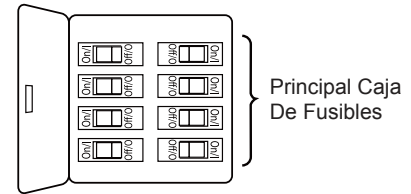

Figura 1
Uso de perfil bajo (Figura 1)
1. Extraiga la pieza de la bola colgante de la unidad de la bola colgante / varilla aflojando el tornillo de presión de la bola colgante hasta que la bola se libere de la varilla. Retire el pasador del barral y luego extraiga la semiesfera. Conserve el pasador y la semiesfera para su reinstalación en el Paso 7. (Figura 1)
Para evitar una posible descarga eléctrica, asegúrese de cortar la alimentación eléctrica de la caja de fusibles principal antes de colgar el ventilador. (Figura 1)
- ☐ 1. Para configurar el código de unidad del receptor. Deslice los interruptores de código a las mismas posiciones que en el transmisor. (Figura 1)
- ☐ 1. Instale la cubierta rotando la ranura clave en la cubierta sobre el tornillo de hombro del soporte del gancho, teniendo cuidado de no pillar los cables. Fije el tornillo de hombro. Instale adecuadamente y fije el segundo tornillo de hombro que fue anteriormente guardado. (Figura 1)
1. Asegure las tres palas usando los tornillos de 1/4"-20 en la placa de las palas a través de los orificios ubicados en la parte inferior del motor. (Figura 1)
- ☐ **1. IMPORTANTE:** El uso de un regulador de la intensidad completa (no incluido) para controlar la velocidad del ventilador dañará el dispositivo. Para reducir el riesgo de incendio o descarga eléctrica, no utilice dicho regulador para controlar la velocidad del ventilador. (Figura 1)